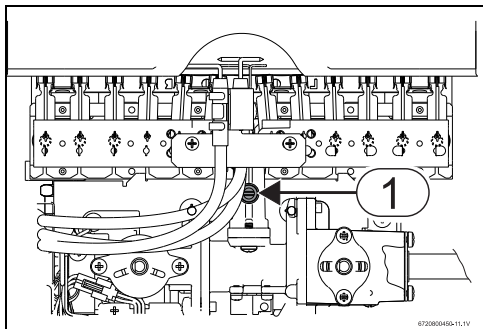

Рис. 14 Точки измерения давления
- Ослабить запорный винт (→ Рис. 14 , [1]).
- Подключить манометр в точке измерения давления на форсунке (→ Рис. 14 , [1]).